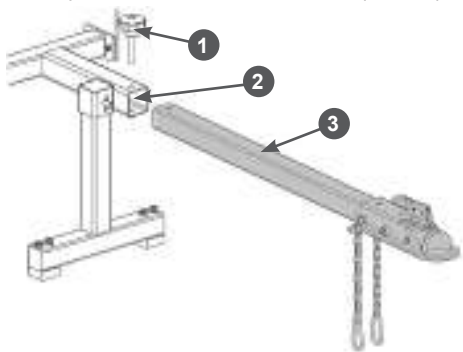

Рис. 9 Установка сцепного устройства
- При необходимости, установите дышло со сцепным устройством. Вставьте дышло 3 со сцепным устройством в стойку 2 передней опоры, совместите отверстия в стойке 2 и дышле 3 и закрутите барашковый винт 1 (Рис. 9).